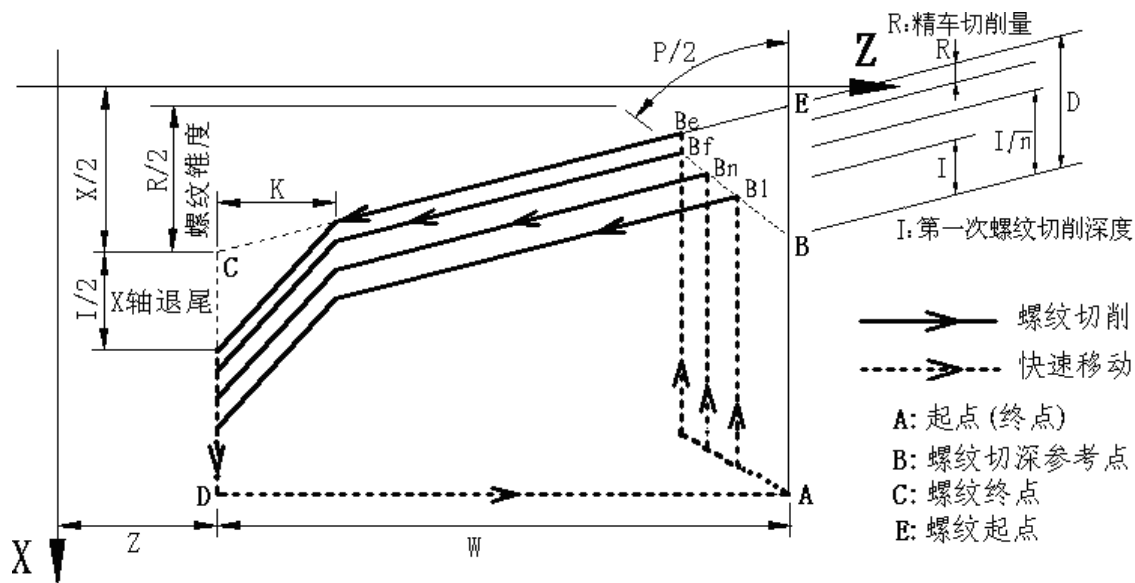

图 4-47
该指令的各项字段的含义、数据范围与 G92 相同。如图 4-47 所示：
相关定义：（如图 4-47 所示）
1. 用 G76 螺纹循环切削指令组，可以通过多次螺纹粗车、螺纹精车完成规定牙高（总切深）的螺纹加工，如果指令①定义的螺纹角度不为 0° ，螺纹粗车的切入点由螺纹牙顶逐步移至螺纹牙底，使得相邻两牙螺纹的夹角为规定的螺纹角度。
4. 如果 G76 指令①定义的螺纹角度不为 0° 时，G76 指令②与 G92 不一样的是：G76 指令②的每一次螺纹循环从起点到切入点过程中，X 轴和 Z 轴先同时移动，螺纹轴到达切入点，然后非螺纹轴单轴移动到切入点；其它切削轨迹与 G92 一样，具体见图 4-47。